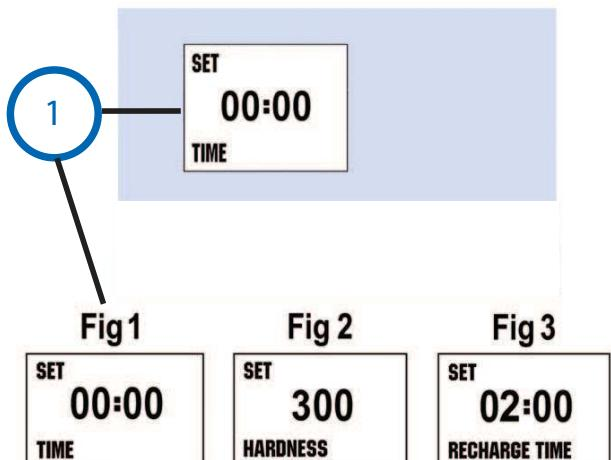

Рис. 1.
1. Установка времени дня (см. рис. 1/Fig. 1)